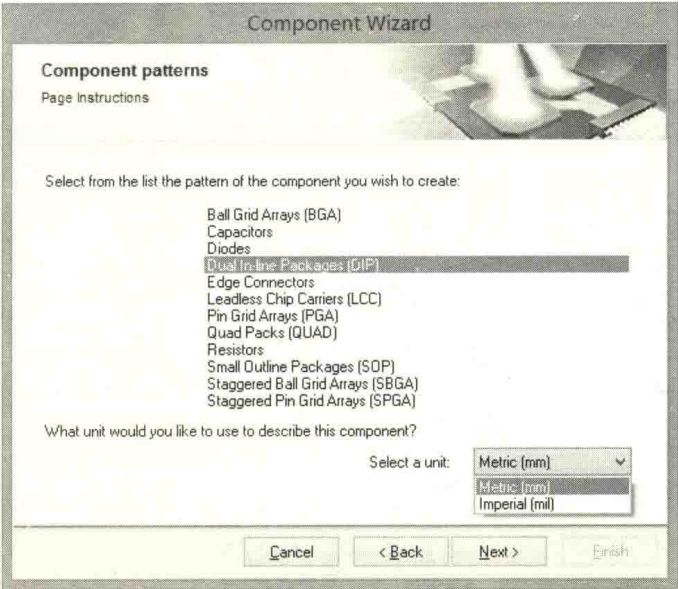

图 5-5 向导参数选择
(2) 按照向导流程，选择创建 DIP 系列，单位选择 mm，如图 5-5 所示。